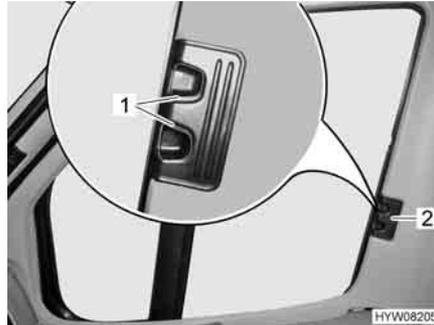

Fig. 49 Tendine oscuranti pieghevoli per il finestrino del conducente/ passaggero
- Premere e tenere premute le levette di bloccaggio (Fig. 49,1).
- Con la levetta (Fig. 49,2) tirare le tendine oscuranti pieghevoli per il finestrino del guidatore e del passeggero verso l'altro lato della finestra e congiungerle alle strisce magnetiche.
- Inserire fino all'arresto le tendine oscuranti pieghevoli per il finestrino del guidatore e del passeggero per la maniglia (Fig. 49,2).
- Rilasciare le levette di bloccaggio (Fig. 49,1) e farle innestare.